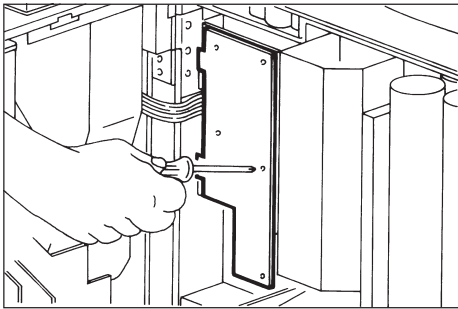
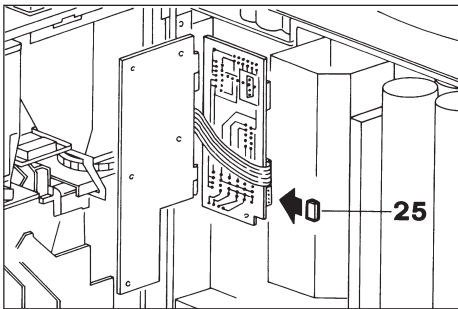

Fig. 11
Fig. 12
- Pour introduire la clef, retirer les trois vis qui fixent la plaque du monnayeur et faire tourner la plaque (Fig. 11) pour avoir accès au connecteur prévu sur la carte du panneau de commande. La clef doit être introduite dans le connecteur spécialement prévu sur la carte du panneau de commande (Fig. 12).